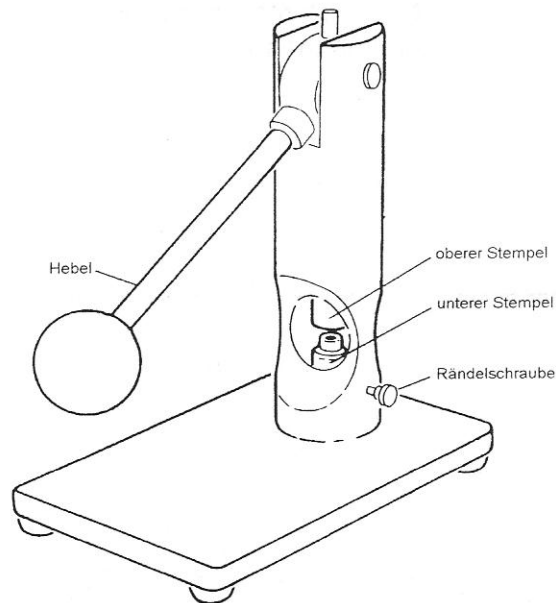

Abbildung 4.1 — Die Probentiegelpresse (nichtthermische Stempel installiert)
Die Probentiegelpresse (Abbildung 4.1) dient sowohl zum Vercrimpen nicht-hermetischer Tiegel (s. Abschnitt 2.3.4.1), als auch zum Versiegeln hermetischer Tiegel (s. Abschnitt 2.3.4.2). Sie wird mit zwei Stempelsätzen geliefert, die entsprechend der jeweils beabsichtigten Verwendung gegeneinander auszuwechseln sind. Die Installation des Stempelsatzes für nichtthermische Tiegel ist in Abschnitt 4.1 beschrieben; die des Stempelsatzes für hermetische Tiegel in Abschnitt 4.2.
1. Lockern Sie die seitlich an der Säule der Presse angebrachte Rändelschraube (s. Abbildung 4.1), um den unteren hermetischen Stempel freizugeben.
2. Lockern Sie die seitlich an der Säule der Presse angebrachte Rändelschraube (s. Abbildung 4.1), um den unteren nichtthermetischen Stempel freizugeben.